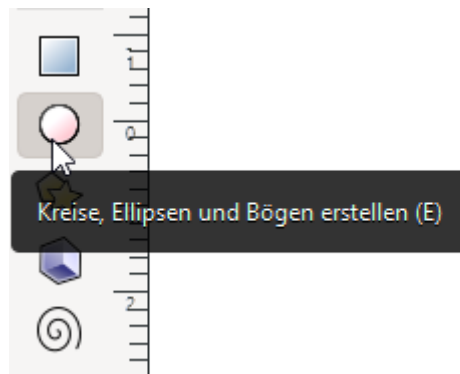

Abbildung 12: Inkscape Option "Kreise, Ellipsen und Bögen erstellen"
Als nächstes wird das Montageloch an der oberen rechten Ecke erzeugt. Hierzu sollen Sie nicht nur einen einfachen Kreis einzeichnen, sondern es soll später in Fritzing auch ersichtlich sein, wenn sich etwas unter dem Bauteil befindet. Wählen Sie dazu auf der linken Seite „Kreis, Ellipse und Bögen erstellen (R)“ aus, siehe Abbildung 12.